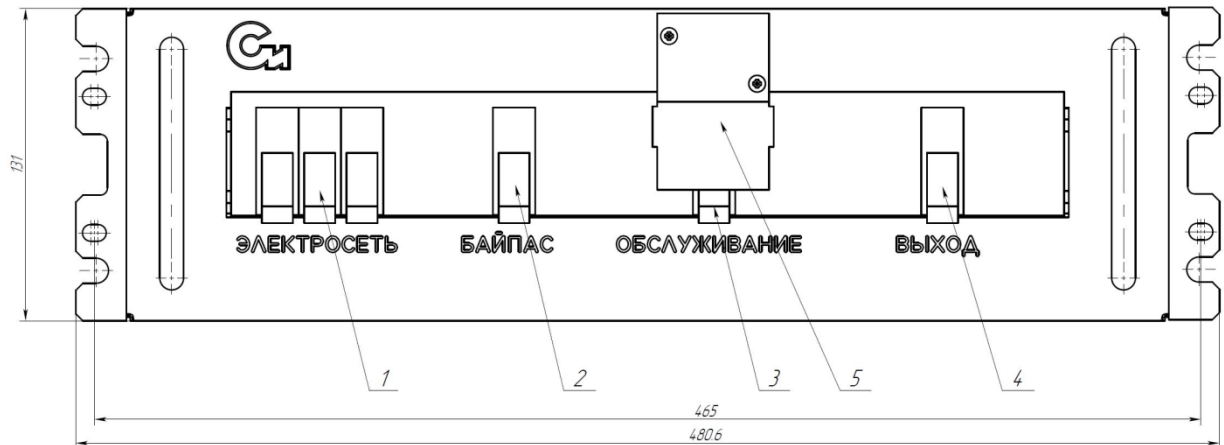
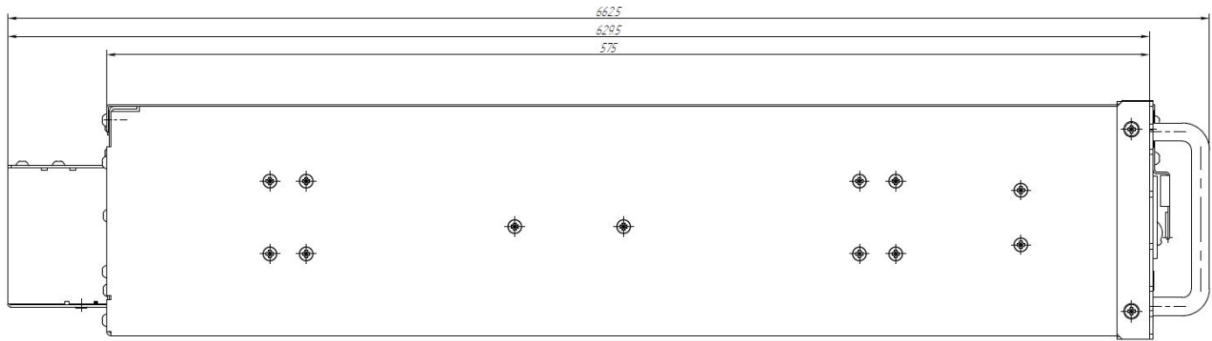

Рис. 1.
Рисунок 3.
- 2.8 Общий вид и габаритные размеры ББ приведен на рис.1 – рис.3
5.1 Конструктивно ББ выполнен в виде съемного блока (крейта) прямоугольной формы с присоединительными и установочными размерами, соответствующими ГОСТ 28601-90. Общий вид и габариты ББ приведены на рис.1.